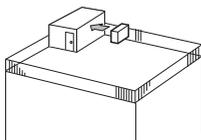

Fig. 2-3
- ① Pagrieziet gaisa izplūdes atveri pret tuvāko pieejamo sienu tā, lai tā atstastos 35 cm attālumā no sienas. (Fig. 2-3)